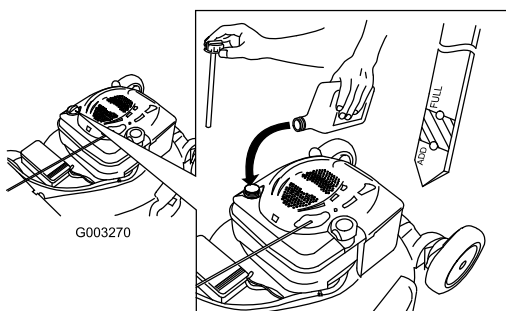

Figure 36
4. Versez de l'huile **lentement** dans le goulot de remplissage pour faire monter le niveau de liquide jusqu'au repère du plein (Full) sur la jauge (Figure 36). **Ne remplissez pas excessivement.** (Remplissage max. : 0,59 l, type : huile détergente SAE 30W de classe de service API SF, SG, SH, SJ, SL ou supérieure.)